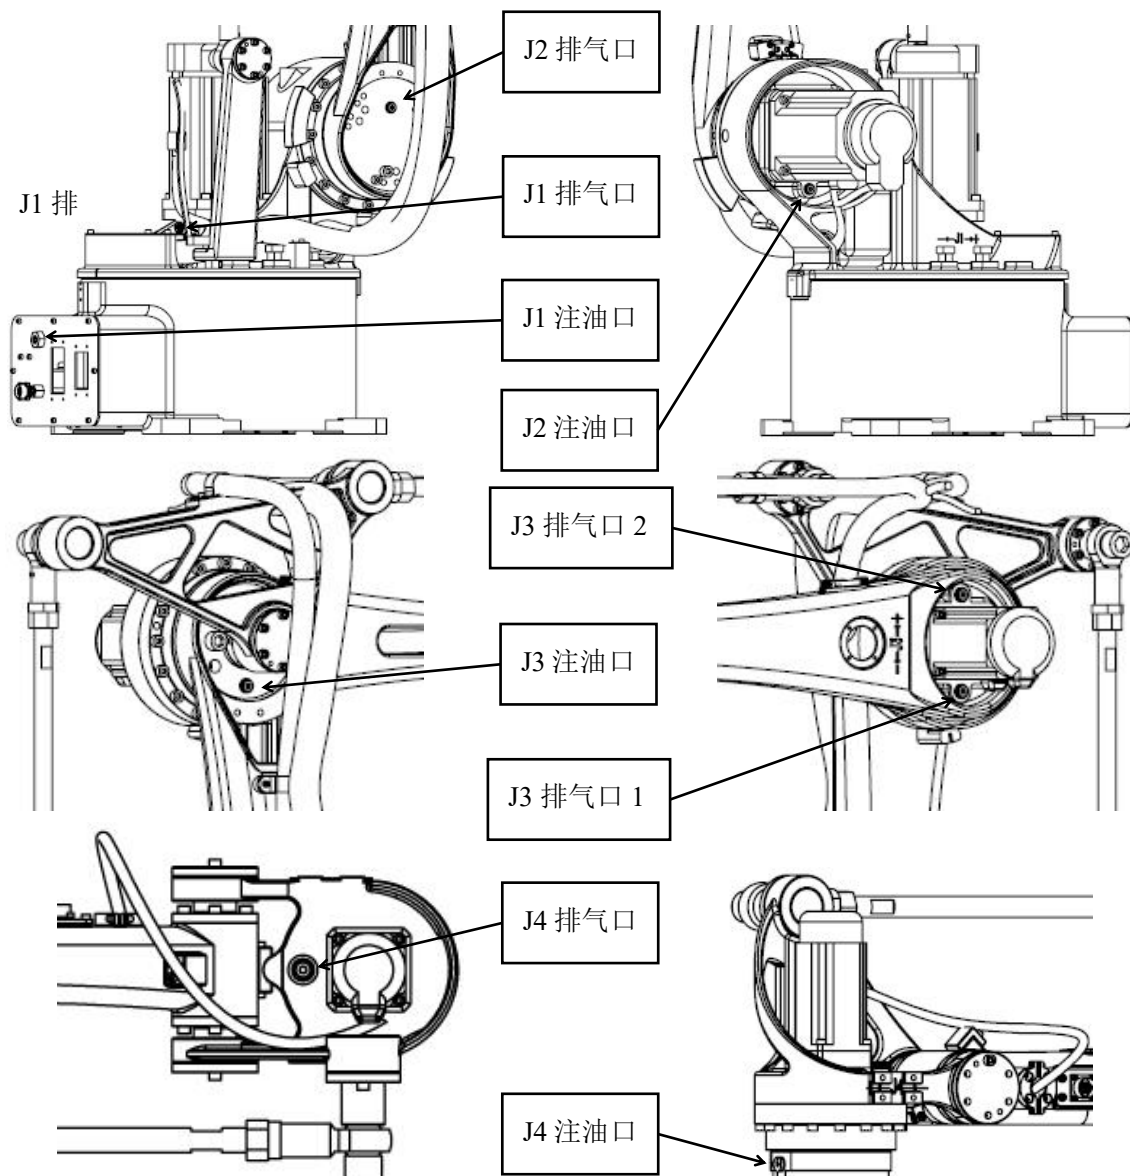

图 4-1 机器人注油口和排油口分布图
- 3) 拆下润滑脂供、排油口的内六角螺塞 M10×1，见图 4-1